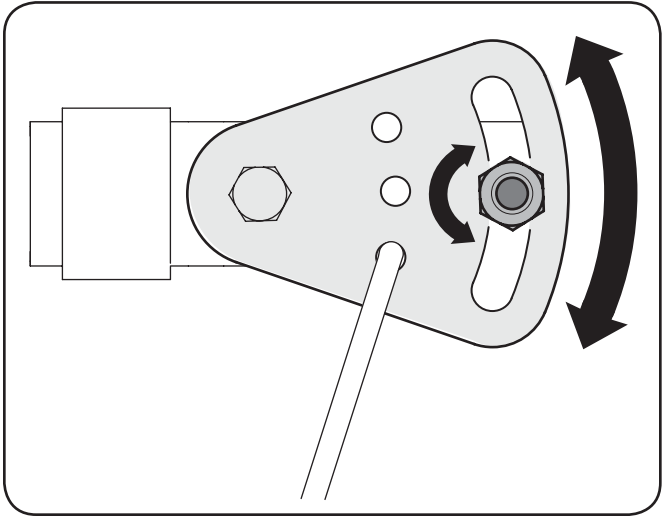

Figure 6-4
1. Placez le levier de vitesses à la position de la marche avant. Si vous ne pouvez utiliser toute la gamme des vitesses (avant et arrière), voir la Figure 6-4 et effectuez les réglages suivants : la plus rapide.
2. Desserrez l'écrou à six pans sur le support indexé du câble de changement de vitesses. Voir la Figure 6-4.